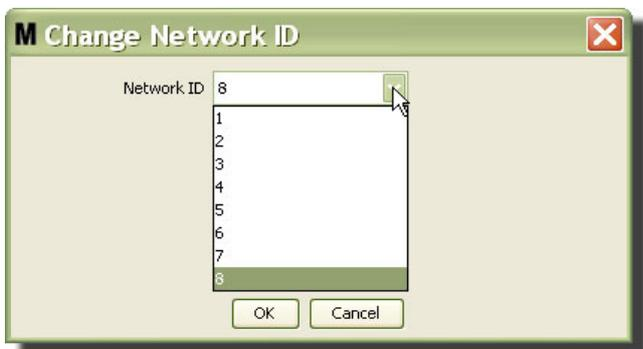

ABB. 60
3. Wählen Sie aus dem Dropdown-Menü mit verfügbaren Netzwerk-ID-Nummern die Ihrem Standort zugewiesene Netzwerk-ID-Nummer aus (ABB. 60). Klicken Sie auf „OK“, um das Fenster zu schließen und die Änderungen zu speichern.